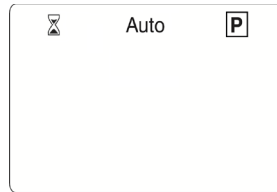

Fig. 14
- 1) appuyer sur la touche (▶) jusqu'à ce que soit entouré le symbole **P** de programme, comme sur la Fig. 14;
- 1) appuyer sur la touche (▶) jusqu'à ce que soit entouré le symbole  de programme, comme sur la Fig. 14;